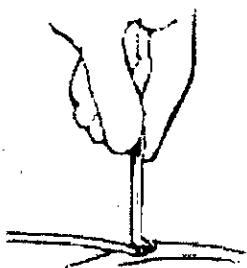

Figura 6. Utilización del elevador de vena
1. Inserte el extremo curvo de un elevador de vena en la incisión de la vena y empuje suavemente la extremidad del cable por debajo y hacia el interior de la vena (Figura 6). El elevador de vena facilita la inserción del cable.